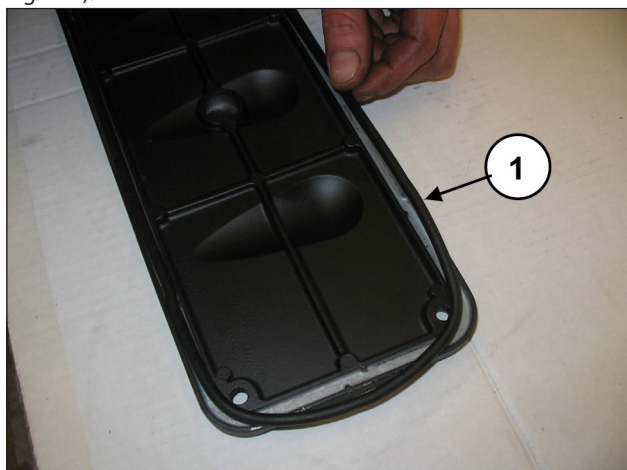
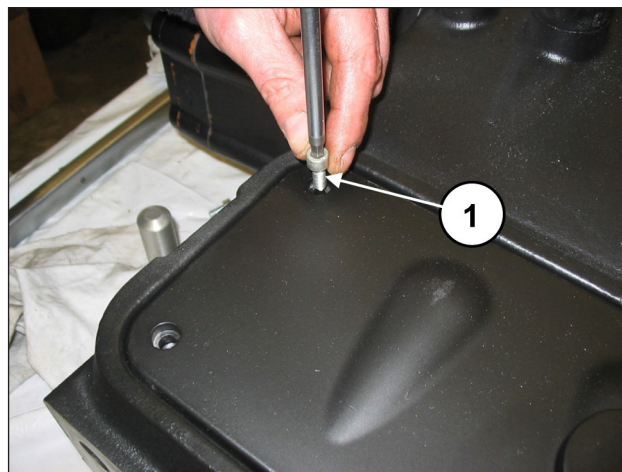

Fig. 173
Fig. 174
Introducir la junta tórica (pos. ①, Fig. 173) en las tapas de inspección y montar las tapas con 4+4 tornillos M6x14 (pos. ①, Fig. 174).